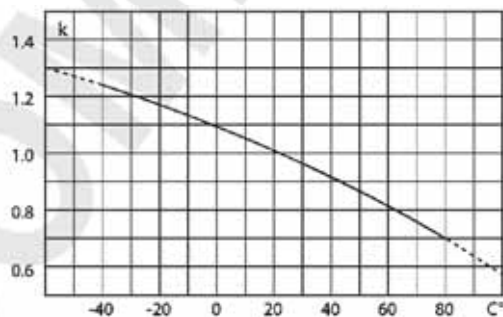

Рис. 2. Поправочный коэффициент $K_{T_{\text{air}}}$.
• $K_{T_{\text{air}}}$: значение, приведенное на рис. 2, соответствует температуре воздуха возле предохранителя.